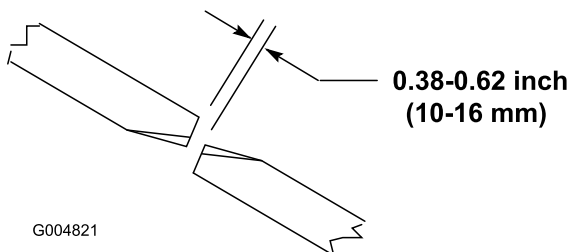

図 24
刈り込みデッキが適切に作動できるように、ウイング側と中央のブレードとの間に 1016mm の隙間を確保してください 図 24。
2. 中央のブレードとその隣のウイングブレードを手で回してブレードの先端どうしを整列させる。刃先と刃先との間の距離を測定する 図 24。